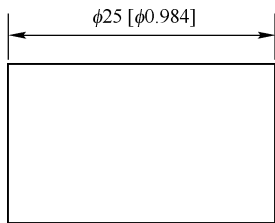

图 10-16 加入前缀的换算单位示意图
5) 【前缀】：在此文本框中用户可以为尺寸换算单位输入一定的前缀，可以输入文字或使用控制代码显示特殊符号。如图 10-16 所示，在【前缀】文本框中输入%%C 后，换算单位前加表示直径的前缀“ $\phi$ ”号。